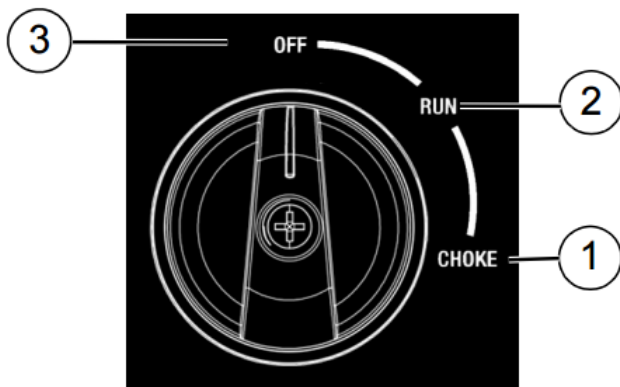

Рисунок 3-2
2. Див. Рисунок 3-2. Поверніть перемикач Off/Run/Choke у положення CHOKE (1).
5. Див. рисунок 3-2. Коли двигун запускається, поверніть перемикач Off/Run/Choke у положення RUN (2). Робота повітряної заслінки зменшується, коли перемикач повертається в напрямку RUN.
3. Див. рисунок 3-2. Поверніть перемикач Off/Run/Choke у положення OFF (3).
1. Див. рисунок 3-2. Поверніть перемикач Off/Run/Choke з положення STOP у положення RUN. Це відкриє паливний клапан і дозволить запустити двигун.